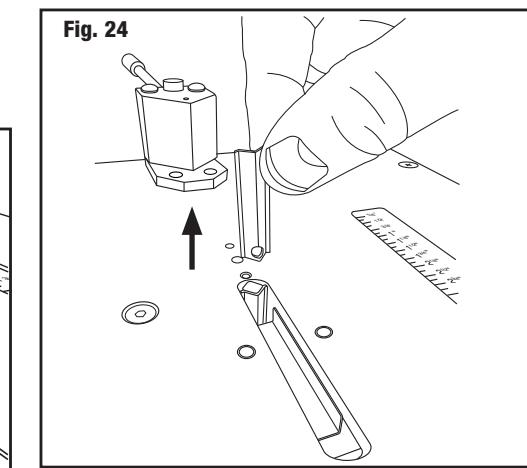

Fig. 24
4. Pull driver out and replace. (**Fig. 24**)
4. Extraire le pousoir et le remplacer. (**Fig. 24**)